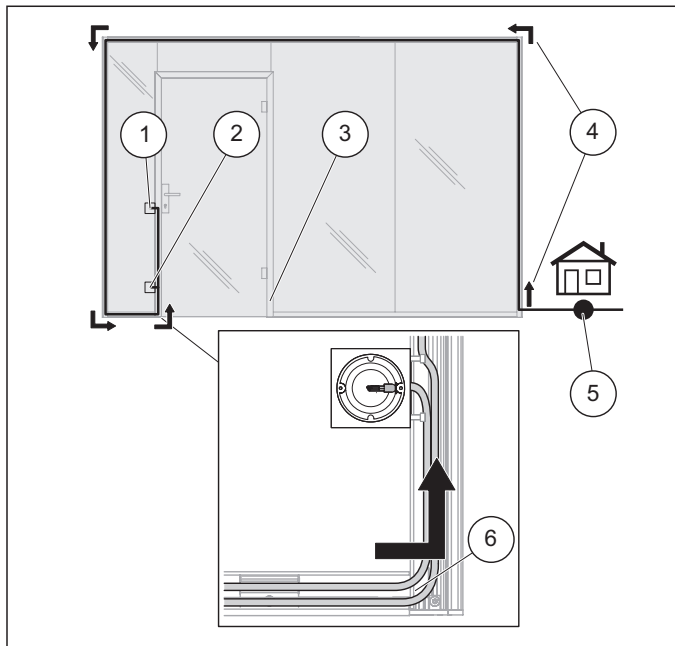

Abb. 8 Beispiel einer Leitungsführung durch das Aufnahmeprofil und das Zargenprofil
1. Die Anforderungen an die Montageposition des Elektromoduls beachten (siehe Beispiel, Abb. 8).